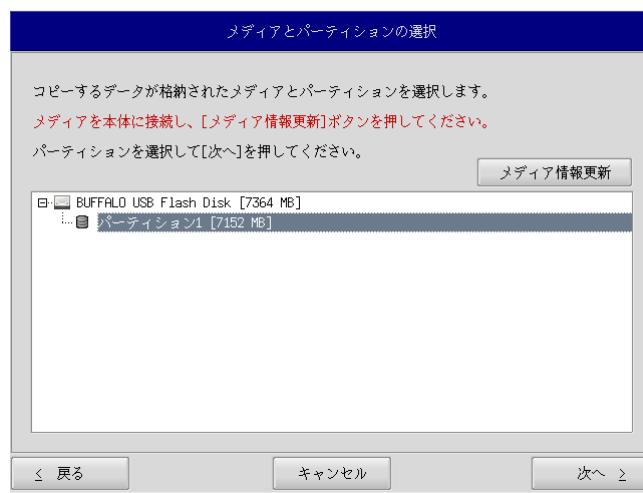

図 5-2-3. メディアとパーティション選択画面
- ⑥ メディアとパーティション選択画面(図 5-2-3)が表示されます。あらかじめ用意しておいたストレージメディアを本体に接続し、[メディア情報更新]ボタンを押してください。ストレージメディアのパーティションを選択し、[次へ]ボタンを押します。